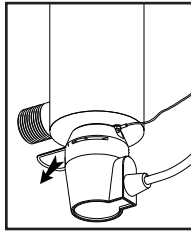

FIGURE 2A
2. Interrompre l'alimentation électrique et laisser le processus de mise hors-tension s'exécuter pendant 30 secondes. Enlever le connecteur en retirant la bague métallique de retenue (Figure 2A) du corps du connecteur. Enlever le connecteur et retirer la lampe de la chambre du réacteur. Lorsque la lampe devient visible, séparer la lampe du connecteur (Figure 2B). Il suffit de séparer les deux composants – ne pas effectuer un mouvement de torsion entre la lampe et le connecteur. Éviter de manipuler la surface de verre de la lampe. Il est acceptable de manipuler la lampe par les extrémités de céramique; cependant, s'il est nécessaire de toucher le tube de verre, porter des gants ou utiliser un linge doux. Retirer complètement la lampe de la chambre du réacteur; en veillant à ne pas incliner la lampe par rapport au réacteur; si la lampe est inclinée, une pression est exercée à l'intérieur du manchon de quartz, et ceci provoquera le bris du manchon.